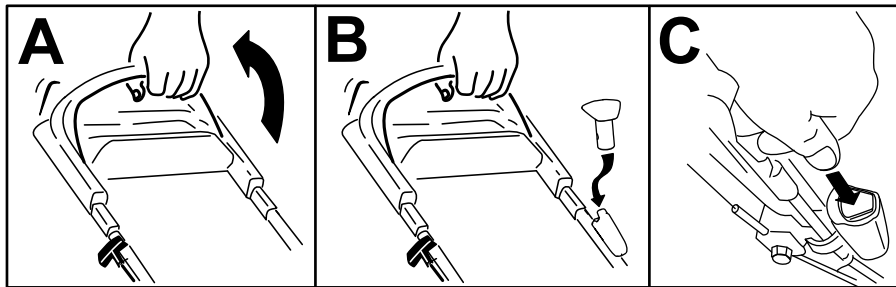

Figure 13
1. Maintenez la barre de commande de la lame contre le guidon (A de Figure 13).
2. Si vous avez retiré le bouton de démarrage électrique, insérez-le dans le démarreur électrique (B de Figure 13).
3. Appuyez sur le bouton de démarrage électrique jusqu'à ce que le moteur démarre (C de Figure 13).